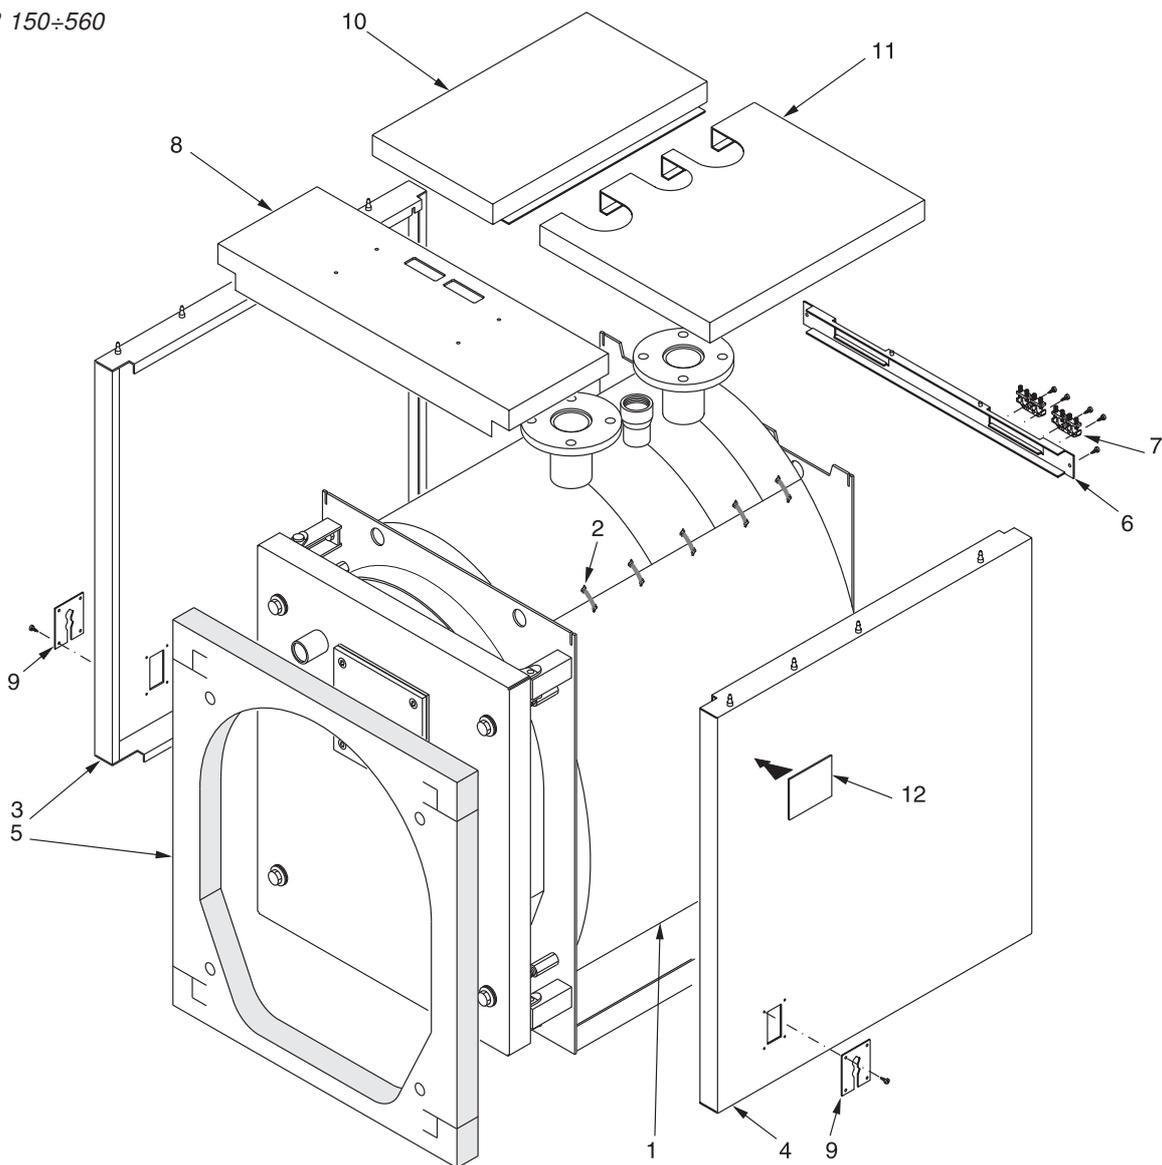

fig. 29
N.B. Para el modelo **TST 560** (ref. fig. 29 y 30), para los modelos comprendidos entre **TST 680 y TST 870** (ref. fig. 31 y 30) y para los modelos comprendidos entre **TST 1000 y TST 2000** (ref. fig. 32 y 35), la carcasa y el aislamiento están contenidos en 3 embalajes marcados:
Secuencia de montaje (Ref. fig. 29)